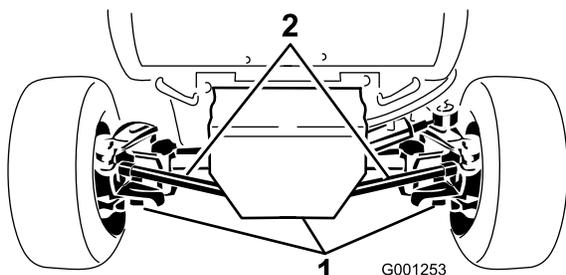

図 54
2. ドレンプラグ (図 54 ; 左右端に 1 個と中央に 1 個、全部で 3 個ある) の周辺をきれいに拭く。